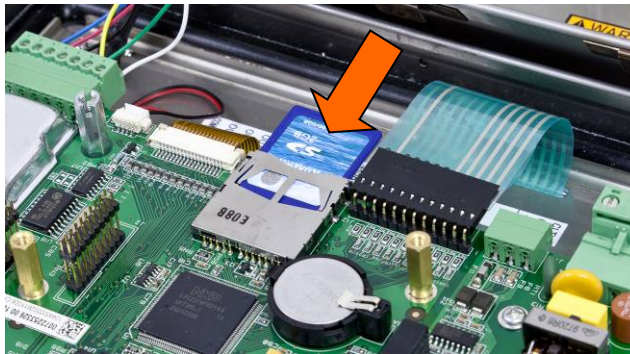

Abbildung 5-14: Einführen der SD-Speicherkarte
1. Unterbrechen Sie die Stromzufuhr zum Terminal, und führen Sie die SD-Speicherkarte ein, wenn sie nicht bereits installiert wurde. Die Position der SD-Speicherkarte entnehmen Sie Abbildung 5-14.
1. Unterbrechen Sie die Stromzufuhr zum Terminal und führen die SD-Speicherkarte ein, wenn sie nicht bereits installiert wurde. Die Position der SD-Speicherkarte entnehmen Sie Abbildung 5-14.
1. Unterbrechen Sie die Stromzufuhr zum Terminal und führen Sie die SD-Speicherkarte, auf die zuvor die „246A0nn.hex“-Datei kopiert wurde, in den Steckplatz für die SD-Speicherkarte auf der Hauptplatine ein. Die Position der SD-Speicherkarte entnehmen Sie Abbildung 5-14.